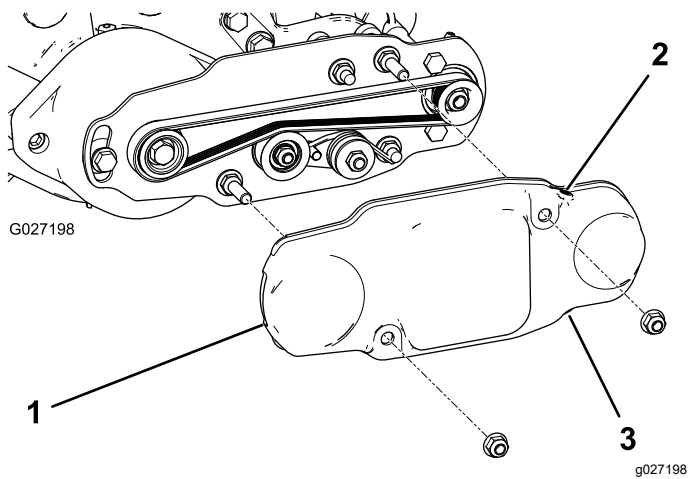

Figura 17
- Deslize a cobertura da correia para os parafusos de montagem e fixe a cobertura com 2 porcas flangeadas (Figura 17).